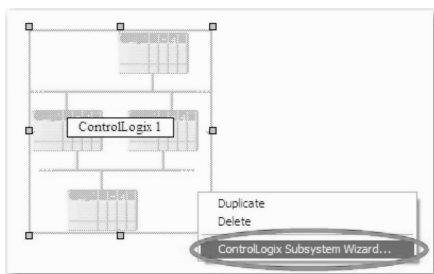

图 26-14 子系统向导图
4. 打开子系统向导。右键单击子系统图标，然后选择“ControlLogix 子系统向导”（ControlLogix Subsystem Wizard），如图 26-14 所示（还可以通过双击子系统图标来打开该向导）。